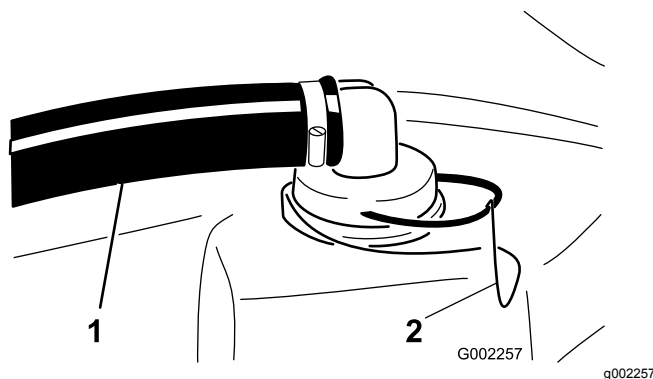

Bild 48
2. Nehmen Sie die Halterung vom roten Anschlussstück ab, an das der dicke Schlauch oben am Behälter angeschlossen ist (Bild 48).
3. Schließen Sie den Schlauch vom Behälter ab (Bild 48).